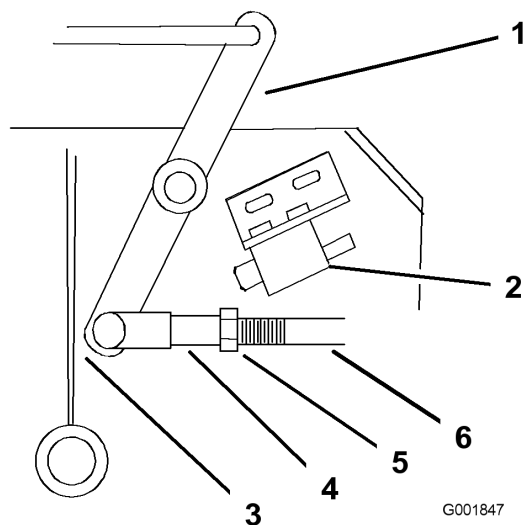

Figura 42
4. Ajuste la longitud del acoplamiento hasta que el extremo inferior de la palanca acodada casi roce el refuerzo del soporte del eje (Figura 42).
- Afloje la tuerca de la horquilla (Figura 42).